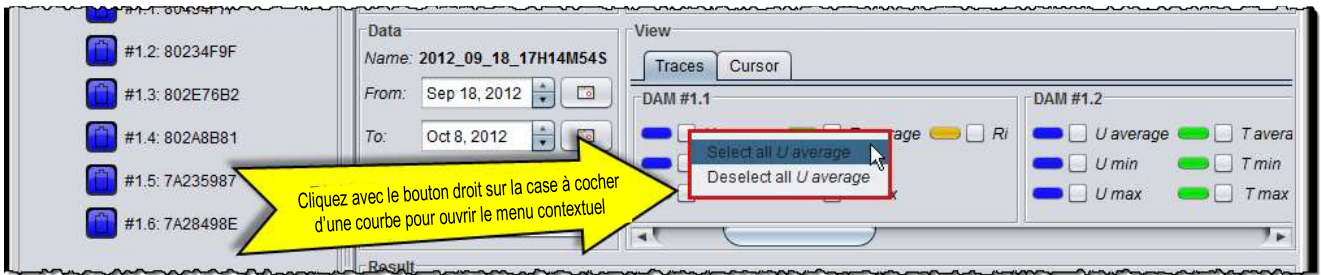

Figure 52 : Sélection de plusieurs courbes
1. Cliquez avec le bouton droit sur la case à cocher « U average » (Tension moyenne) sur une des batteries de la chaîne comme illustré à la Figure 52.